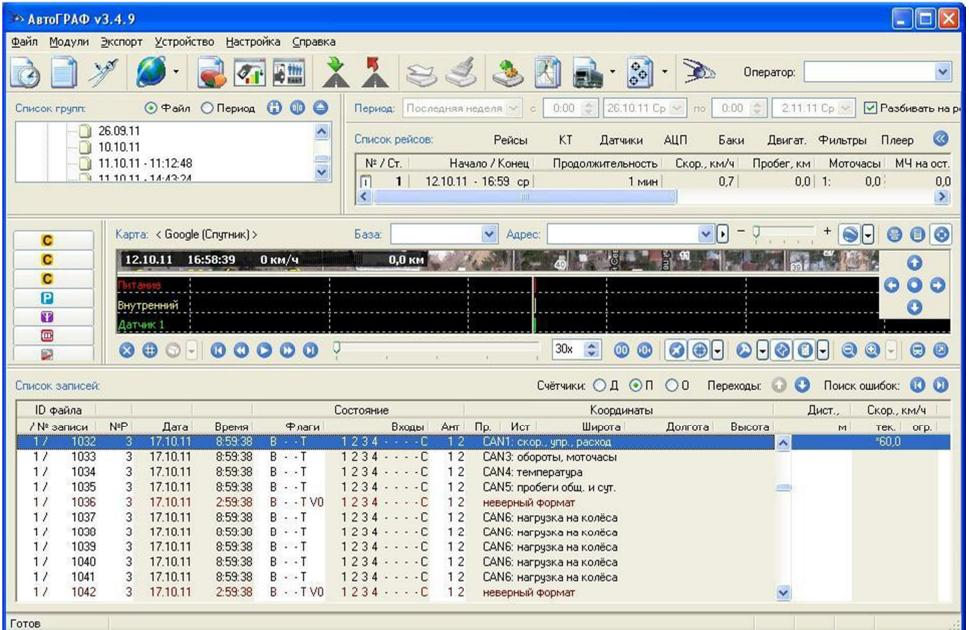

Рис. 6 – Программа «АвтоГРАФ» и принятые с шины CAN данные.
- 12) В режиме просмотра «сырых данных» (запускается по одновременному нажатию левых ctrl+alt+правый alt), убедиться, что в записях контроллера «АвтоГРАФ-GSM» есть данные с шины CAN. (см. рис. 6)